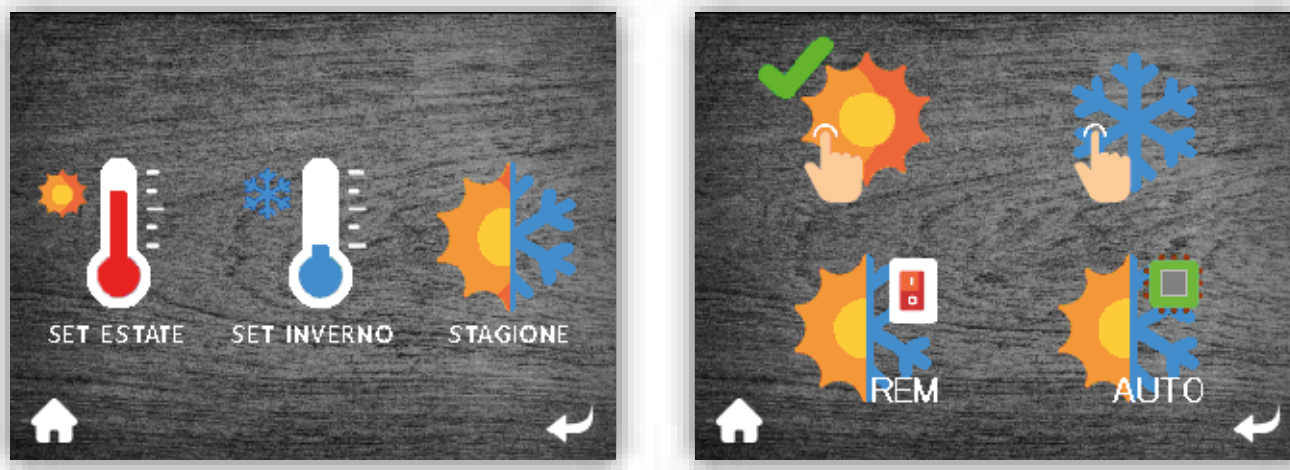

Figura 9 - Schermata menù rapido (a sinistra) e schermata estate/inverno (a destra)
- **Selezione manuale** dal controllo remoto: per modificare la modalità premere il simbolo SET POINT e apparirà la schermata menù rapido (vedi Figura 9), poi premere sull'icona stagione (vedi Figura 9) infine selezionare l'icona estate manuale (sole con una mano) oppure sull'icona inverno manuale (fiocco di neve con una mano); se invece non si desidera cambiare la modalità premere la freccia indietro (in basso a destra) per tornare alla schermata precedente oppure premere l'icona home (in basso a sinistra) per tornare alla schermata principale.